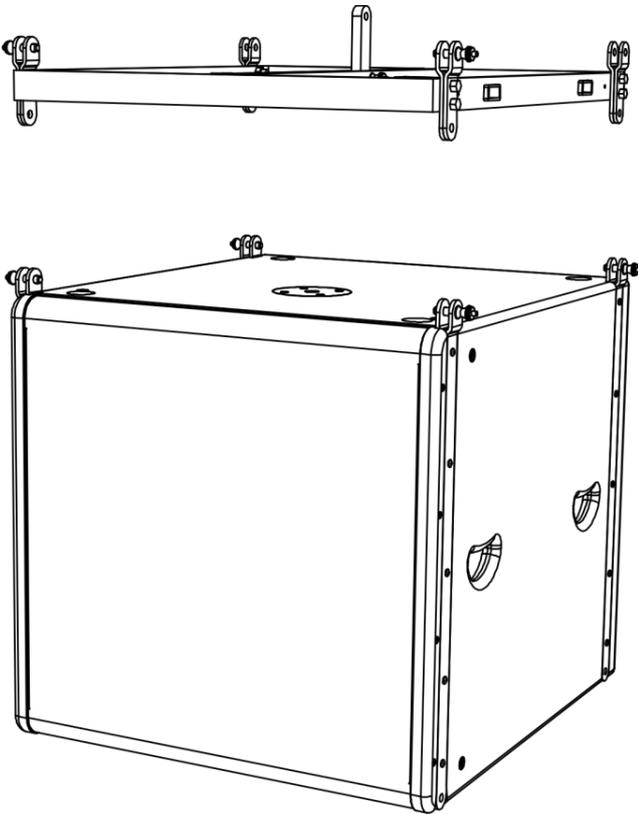

Fig. 02
- 01) Monte la estructura de suspensión en su altavoz Odin mediante los pernos de rigging de dedicación exclusiva (Fig. 02). **Tenga en cuenta la capacidad de carga segura (SWL) de la unidad Odin FB-02 Flybar: 350°kg. ¡No supere este límite!**